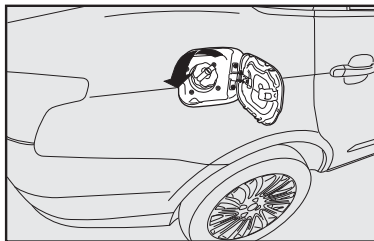

fig. 99
- Gire a tampa no sentido anti-horário; prossiga girando a tampa **fig. 99** até o seu completo desalojamento;